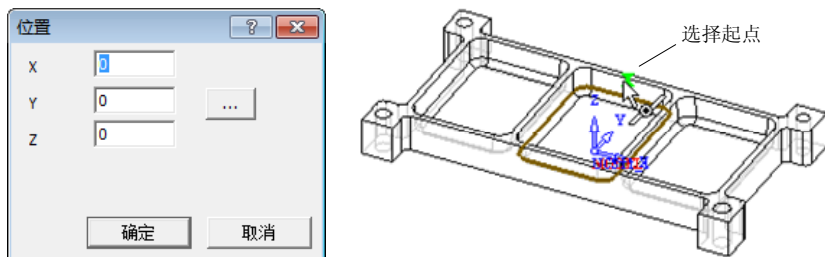

图 5-90 选择起点 (1)
- 单击“进刀点设置”对话框中“位置”后的...按钮，弹出“位置”对话框，单击...按钮，选择如图 5-90 所示的位置为起点，单击鼠标中键确定；依次单击“确定”按钮返回“侧刃铣控制面板”对话框。